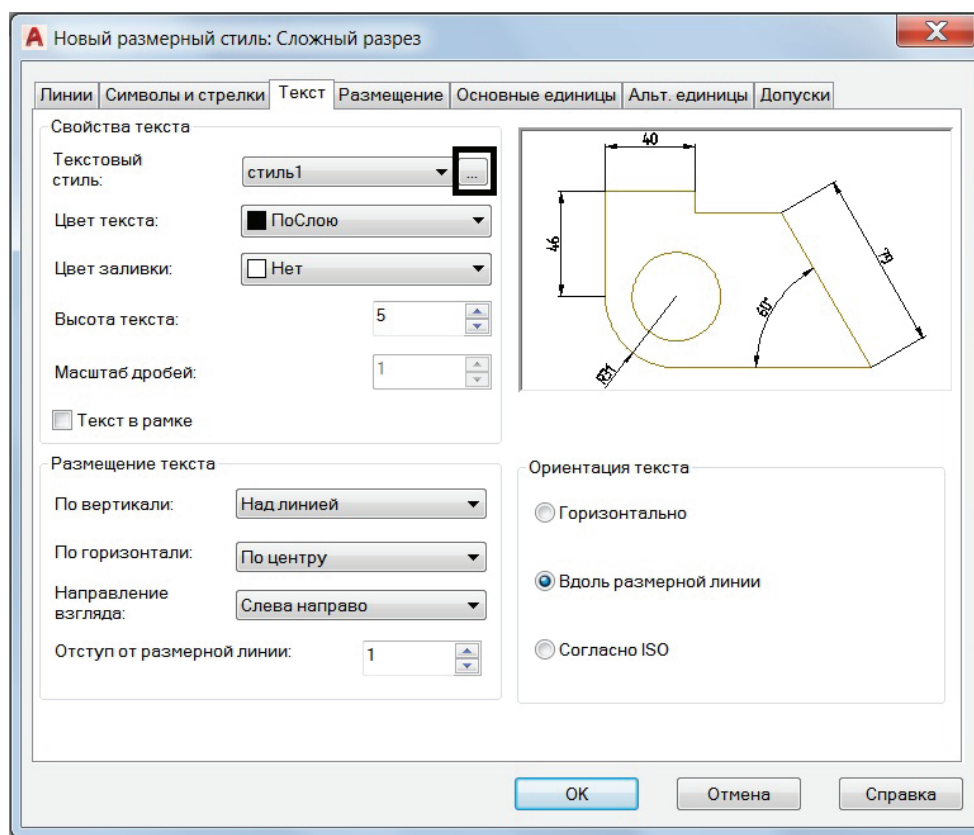

Рис. 2.4.18. Диалоговое окно **Новый размерный стиль: Сложный разрез**. Вкладка **Текст**
3. Вкладка **Текст** (рис. 2.4.18).